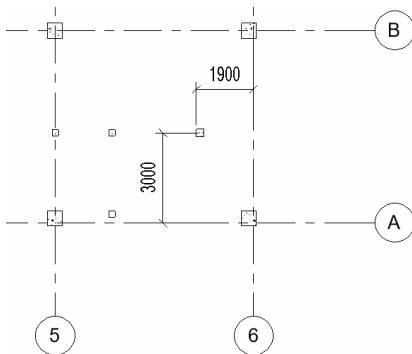

图 15-24 放置“250×250mm”柱
(16) 在轴网上布置“250×250mm”类型的柱，然后调整柱的位置，具体尺寸如图 15-24 所示。